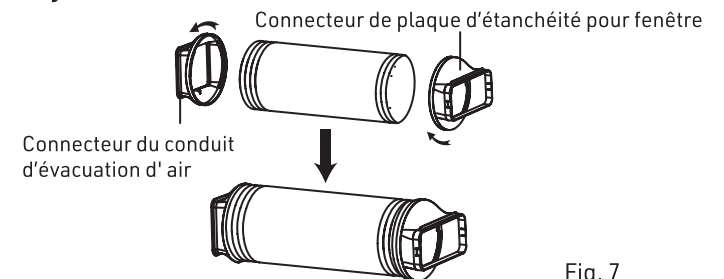

Fig. 7
- 9.) Comme indiqué dans la Fig. 7, faites tourner le connecteur du conduit d'évacuation d'air à l'une des extrémités du conduit d'évacuation (dans le sens des aiguilles d'une montre), puis faites tourner le connecteur de la plaque d'étanchéité pour fenêtre à l'autre extrémité du conduit d'évacuation (dans le sens des aiguilles d'une montre). Le montage du tuyau d'évacuation flexible est terminé.